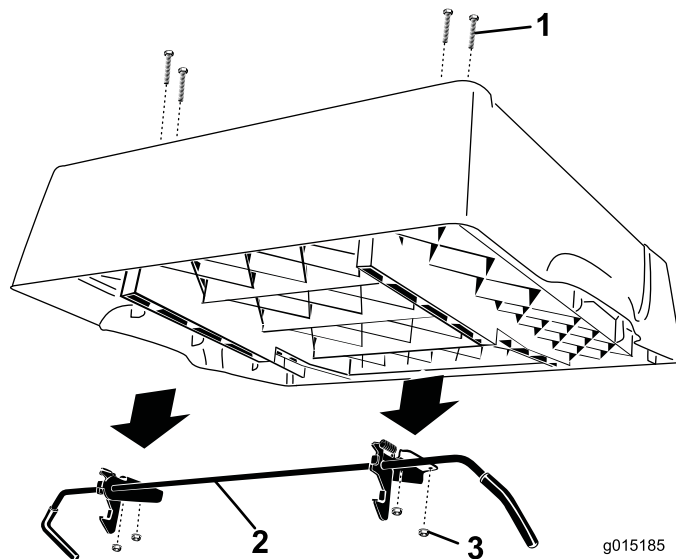

図 3
5. ラッチ・ロッド・ブラケットを荷台の裏側に固定しているフランジ・ナット（4本）を外す（図 3）。ロッドとラッチは捨てないこと。各キャリッジ・ボルトはそのまま穴に残し、フランジ・ナットで荷台に再固定する。